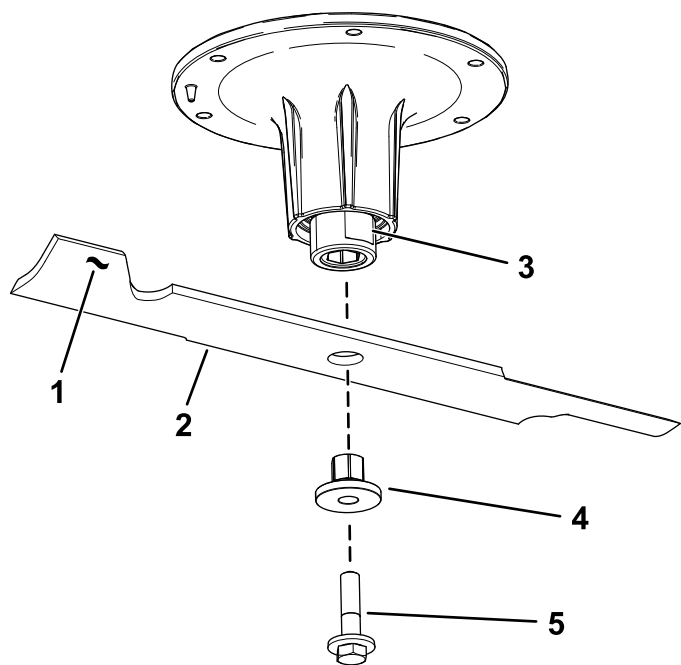

Figura 89
2. Rimuovete il bullone della lama, la boccola e la lama dall'albero del fusello (Figura 89).